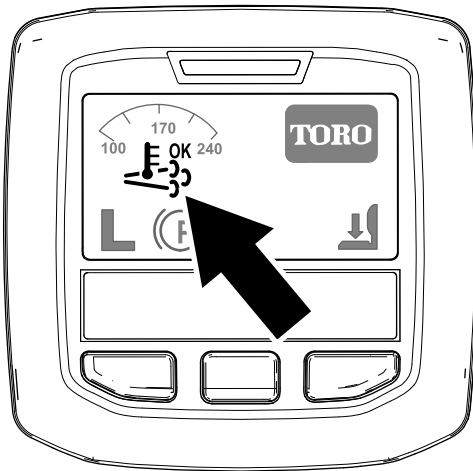

Figure 22
- L'icône de régénération assistée/réinitialisée s'affiche dans l'InfoCenter (Figure 22).